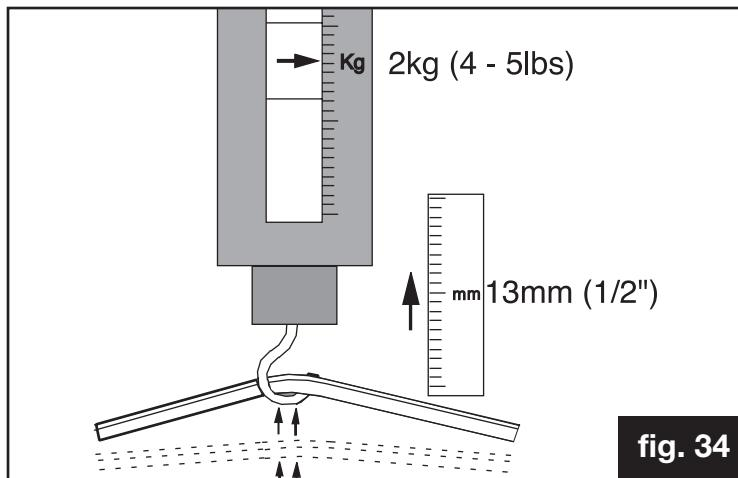

fig. 34
1. Velg et punkt midt på remmen og bruk en fjærvekt til å trekke med en kraft på 2 kg (fig. 34).